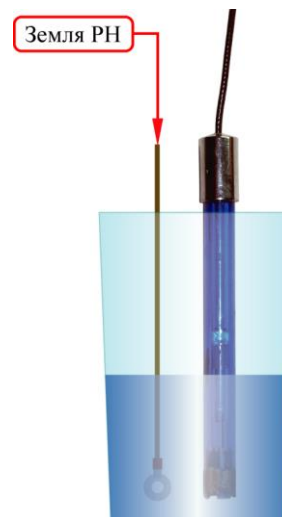

Рис. 2
3. Извлечь датчик, промыть дистиллированной водой и поместить в сосуд с калибровочным раствором со значением РН от 3 до 5 (Рис. 2)
5. **Заземлить раствор**, поместив в него провод «Земля РН» (Рис. 2)
8. Промыть датчик дистиллированной водой и поместить в сосуд со вторым калибровочным раствором со значением РН от 7 до 10 (Рис. 2)
9. **Заземлить раствор**, поместив в него провод «Земля РН» (Рис. 2)